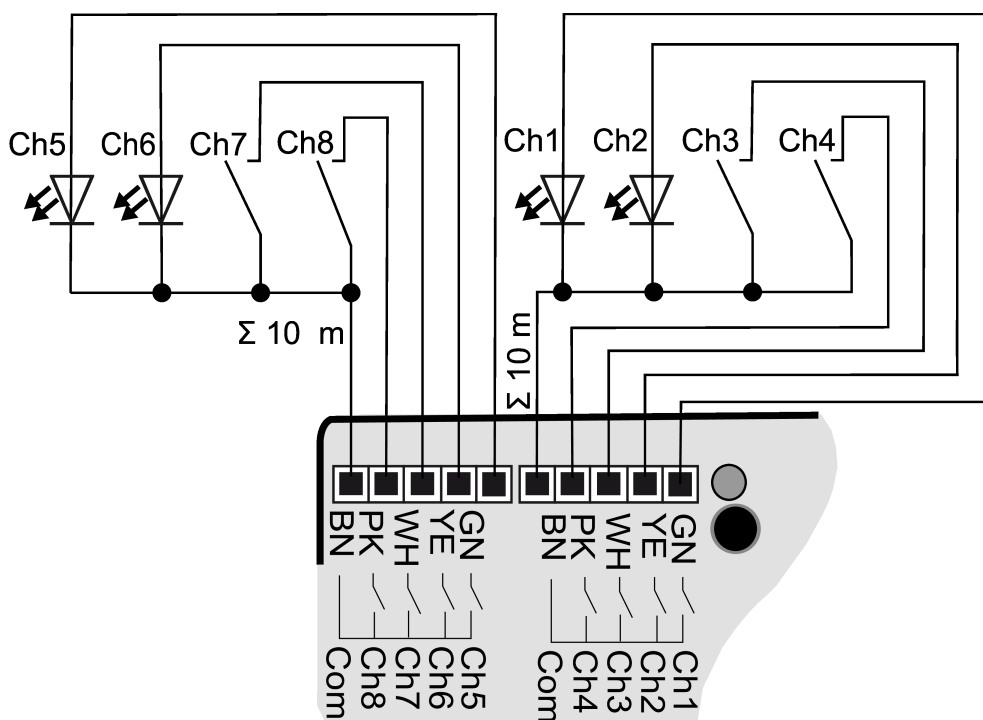
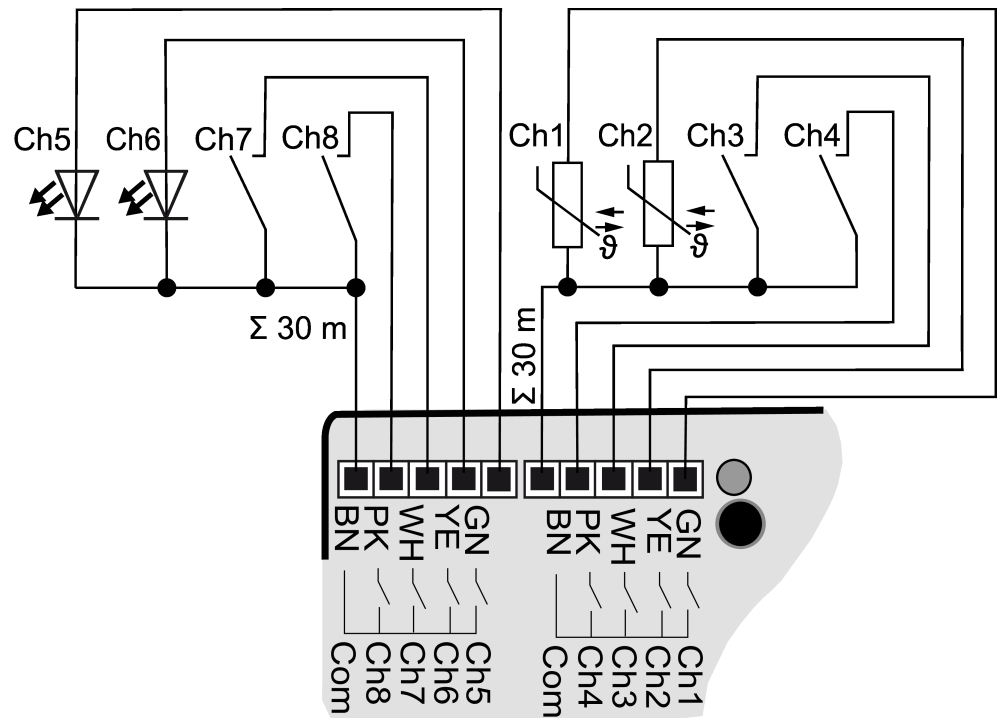

Figura 5: Esempio di collegamento interfaccia tastiera a 8 tasti
Figura 6: Esempio di collegamento con uscite collegate in parallelo
- Collegare pulsanti, interruttori, contatti, LED o NTC in base agli esempi di collegamento con i cavi di collegamento in dotazione (4) (Vedi figura 5) fino a (Vedi figura 6). Gli esempi di collegamento mostrano l'utilizzo con ingressi e uscite.
i Per aumentare la corrente di uscita, le uscite possono essere collegate in parallelo con la stessa parametrizzazione, nell'esempio (Vedi figura 6) **Ch1-Ch3** sono qui collegate in parallelo.